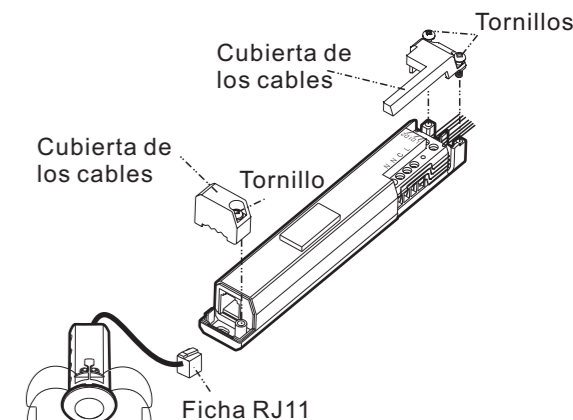

FIG.11
3.6.1.2 Desatornillar a cubierta de los cables del módulo de potencia con un desatornillador, conectar la ficha RJ11. Luego cubrir nuevamente y atornillar firmemente (Ver FIG.11).